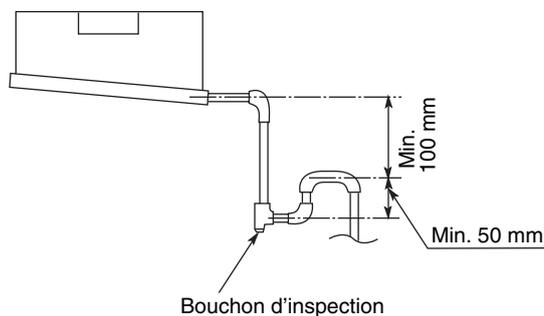

Fig. 3-104c
- (5) Dans une autre partie du circuit de tubes, préparez également des siphons munis d'un bouchon permettant d'éliminer les poussières ou les particules susceptibles de provoquer des fuites d'eau. (Fig. 3-104c)
- (6) Une fois la liaison d'évacuation des condensats raccordée, versez lentement de l'eau dans le bac à condensats pour vérifier si l'eau d'évacuation s'écoule correctement.